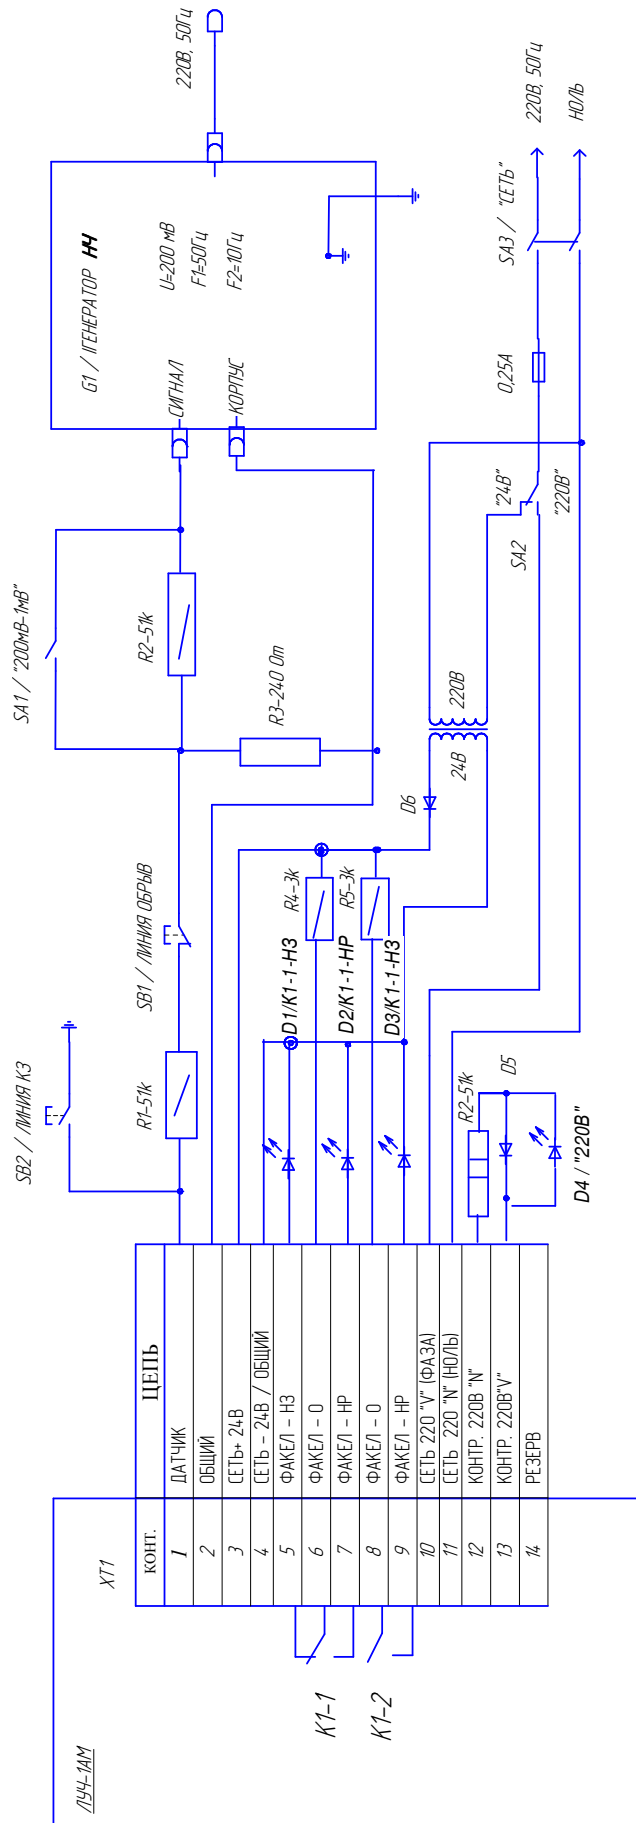

Рис.13. Схема проверки параметров сигнализатора ЛУЧ-1АМ.
- между объединенными контактами 1...4 и 5...13(14) колодки ХТ1- мегаомметр должен показывать не менее 20 МОм.
- Собрать схему проверки сигнализатора (см. **рис. 13**);
- Рис. 13. Схема проверки параметров сигнализатора ЛУЧ-1АМ.